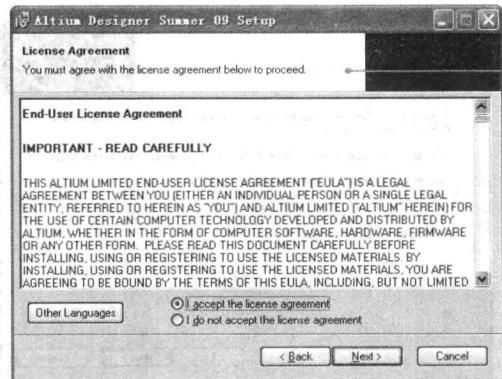

图 1-2 软件许可界面
- 2) 单击 **Next >** 按钮, 进入如图 1-2 所示的软件许可界面。